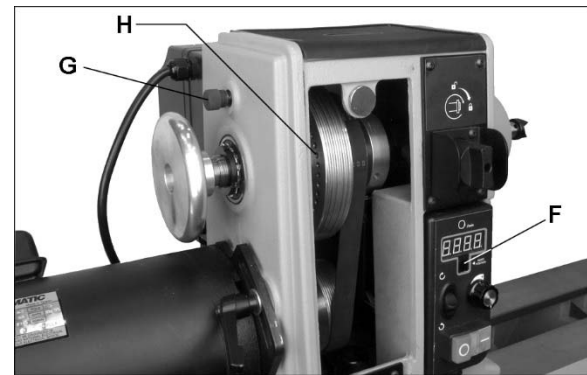

Figure 8-4
2. Appuyer sur le bouton de position repère (F, Figure 8-4). L'affichage numérique passera du réglage TR/MIN au réglage de repère.
3. Faire pivoter la pièce à travailler manuellement jusqu'à la position désirée, puis appuyer sur le doigt diviseur (G, Figure 8-4) et tourner légèrement la pièce à travailler jusqu'à ce que le doigt s'engage dans le trou.
4. Visser le doigt diviseur (G) dans la poupée fixe pour verrouiller la broche.
6. Appuyer sur le bouton de position repère (F) pour définir la position repère engagée sur 0.
7. Dévisser le doigt diviseur (G) pour libérer la broche, puis faire pivoter la pièce à travailler jusqu'à ce que le trou souhaité suivant apparaisse sur l'affichage.